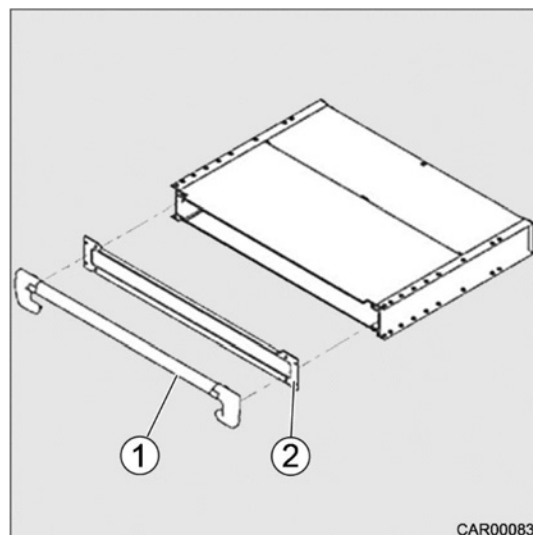

Fig. 14 Déverrouillage de secours
4. Remonter la plaque frontale (Fig. 14/2) et les recouvrements en plastique (Fig. 14/1) dans l'ordre de suite inverse.